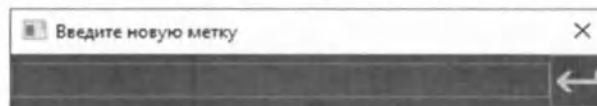

Рис. 34 Внешний вид окна "Ввести новую метку"
- Откроется окно «Введите новую метку» (Рис. 34 Внешний вид окна "Ввести новую метку");